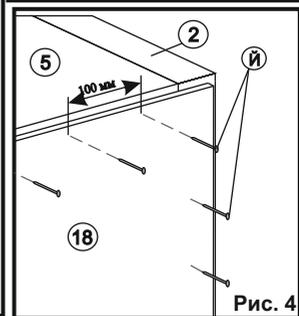

Рис. 4
Заднюю стенку (18) при помощи гвоздей (Й) закрепить по периметру к боковым стенкам пенала (4),(5) и горизонтальным щитам (1), (2) согласно схеме на Рис.4.